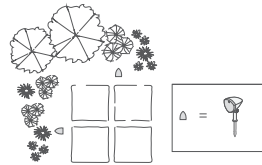

Figura 1
- Se utiliza de forma independiente, como sistema estéreo o mono exterior (ver figura 1)